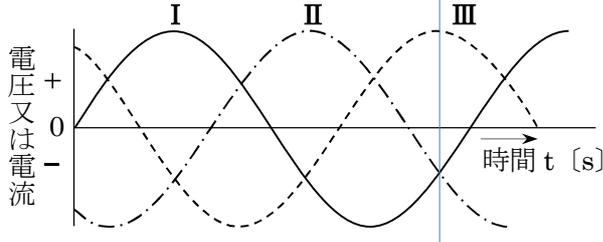

図 2
- (2) 図2のようにI、II、IIIの波形はそれぞれ時間に対し 120° の のずれをもって電圧又は電流が変化している。これを という。
- (3) 周波数は 秒間に繰り返す波の数で表わす。1周波に要する時間を周期という。周波数 f [Hz] は周期を T [s] とすると次の式で表わされる。
(2). 図2の回路の電流 I [A] を求めよ。(1点)